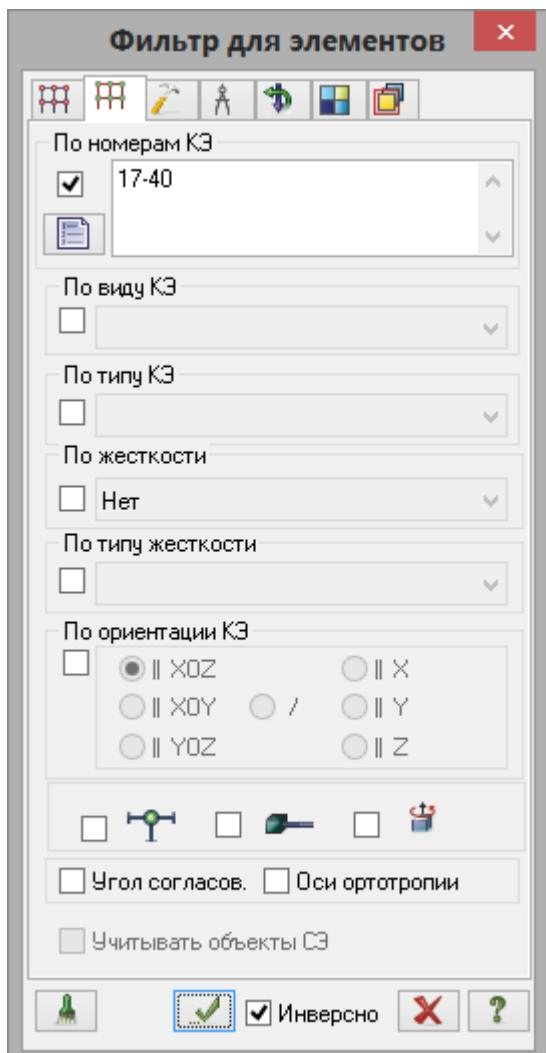

Рис.5.11. Диалоговое окно Фильтр для элементов
- Далее установите флажок **По номерам КЭ** и в соответствующем поле введите номера элементов **17 – 40** (рис.5.11).